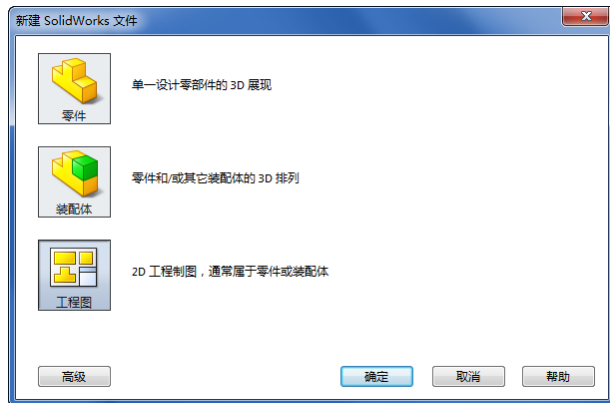

图 5-3 新建工程图
(1) 单击“标准”工具栏中的“新建”按钮，或执行“文件”→“新建”菜单命令。
(2) 在“新建 SolidWorks 文件”对话框中的选择“工程图”图标，如图 5-3 所示。
(3) 单击“确定”按钮，进入工程图编辑状态，采用默认图纸格式。